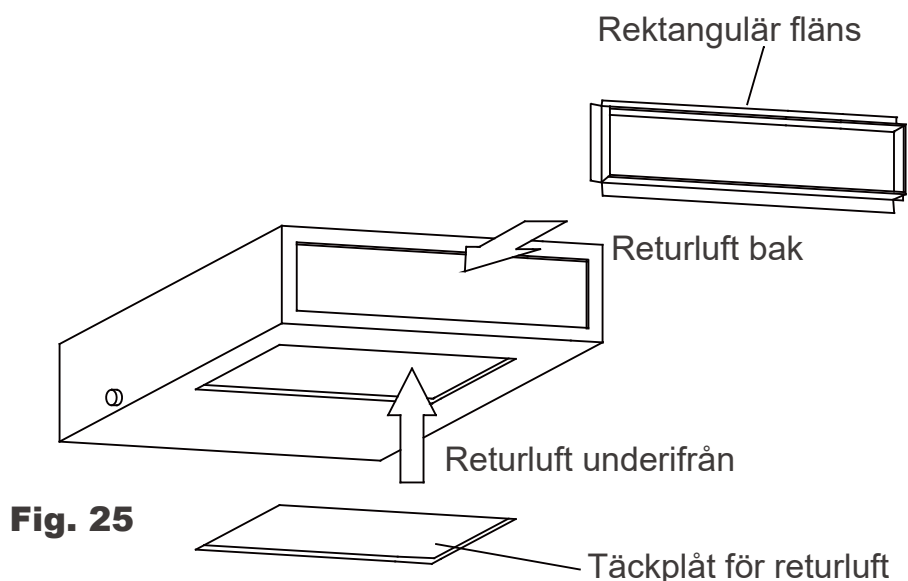

Fig. 25
2. Standardanslutning för returluft är bak på aggregatet, och returluftsintag under aggregatet har en täckplåt enl. Fig. 25.